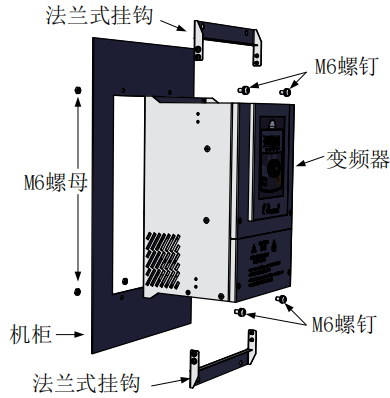

图3-8. CM530H-PLUS变频器钣金结构穿墙式安装图
- 具体见图3-8 CM530H-PLUS变频器钣金结构穿墙式安装图。